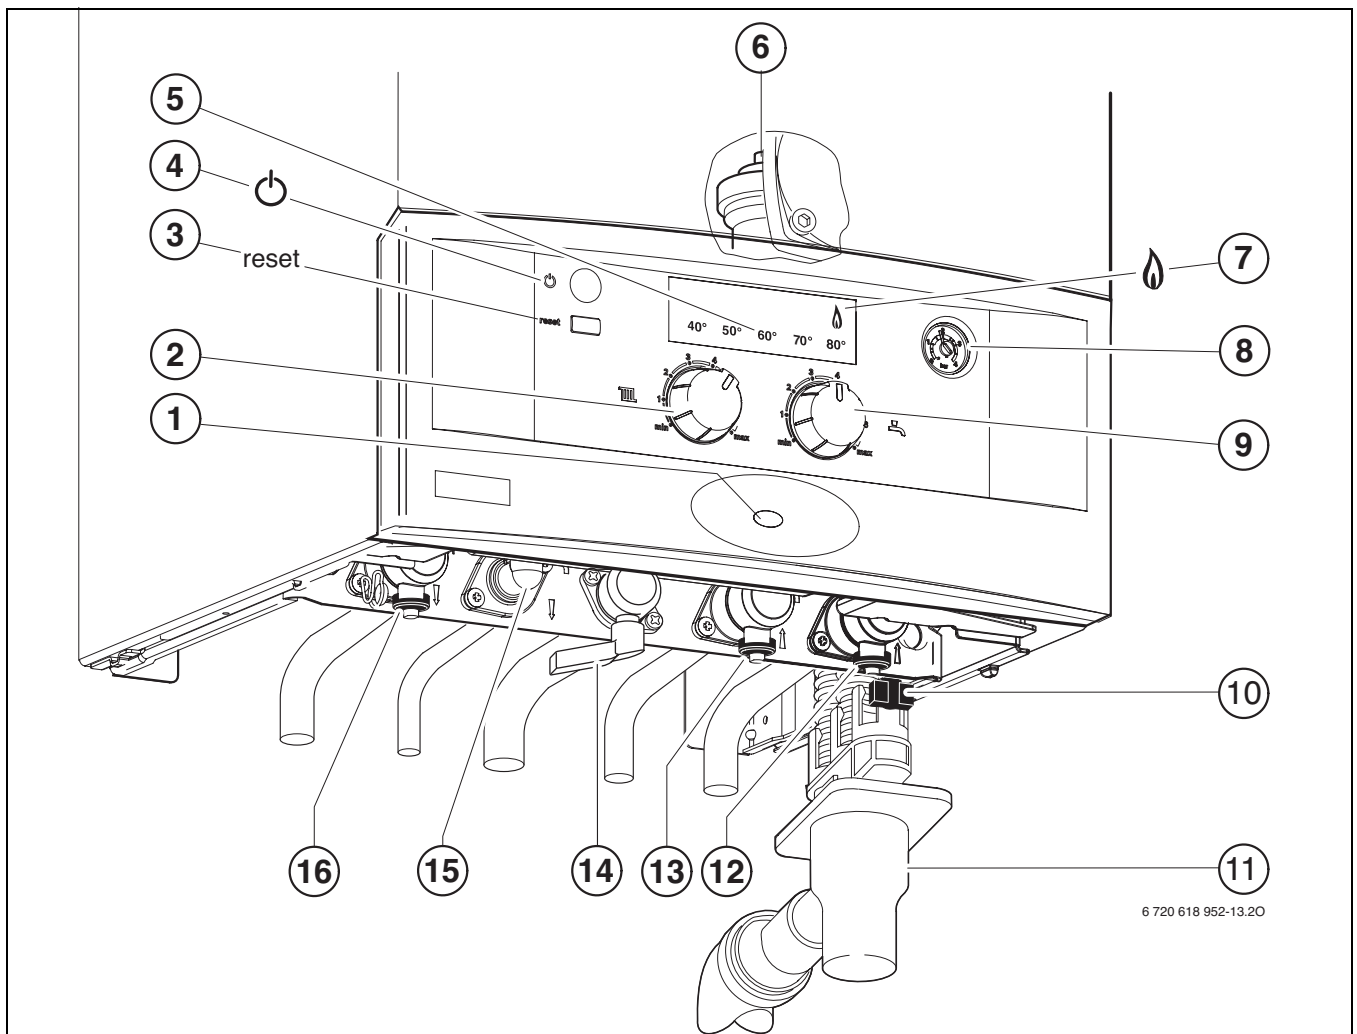

Fig. 28
- Ouvrir le robinet d'eau froide (→ fig 28, [13]).
- Ouvrir le robinet de départ du chauffage et le robinet de retour du chauffage (→ fig 28, [12] et [16]), remplir l'installation de chauffage à une pression comprise entre 1 et 2 bars et fermer le robinet de remplissage.
- ▶ Ouvrir le robinet de gaz (→ fig 28, [14]).
- ▶ Ouvrir le purgeur automatique (→fig. 28, [6], page 37).